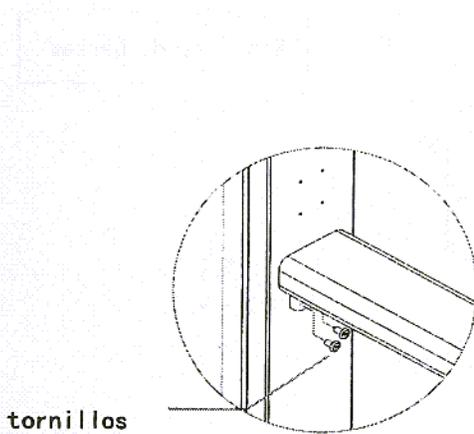
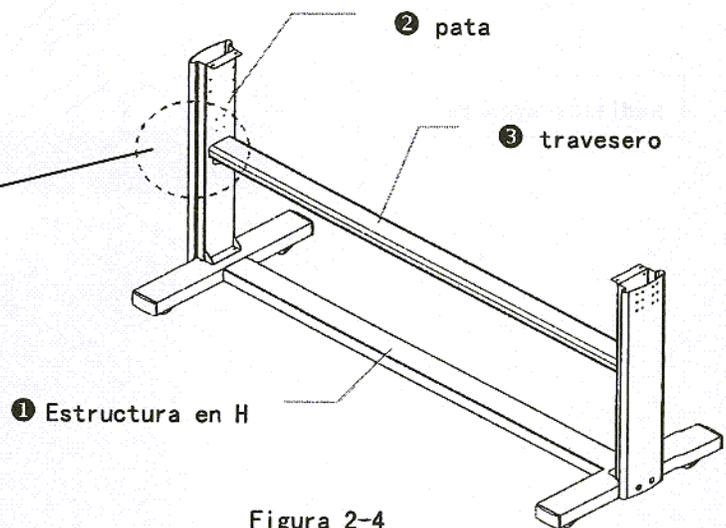

Figura 2-3
Figura 2-4
Posicione el travesero perpendicularmente a las patas ②, ponga los tornillos dentro de los agujeros y apriételes según la Figura 2-3. La imagen completa de las patas quedará como se indica en la Figura 2-4.